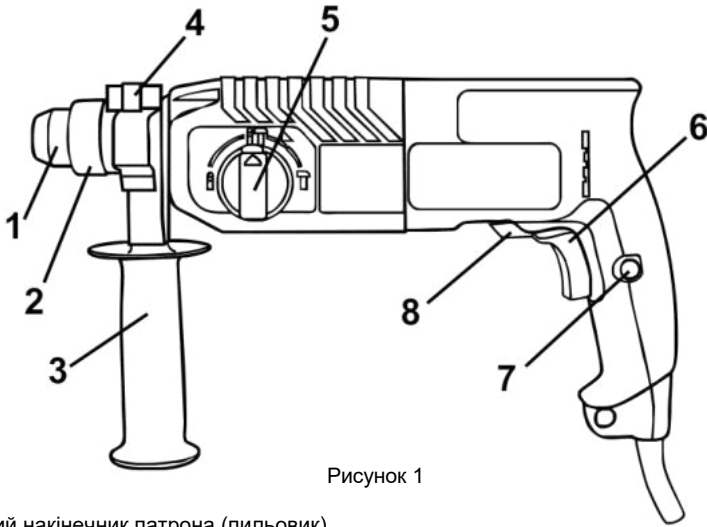

Рисунок 1
2.2.1 Виріб має несучий пластиковий корпус з вмонтованим електричним колекторним двигуном, редуктором з пневматичним ударним механізмом, на вихідному валу якого встановлюється патрон **SDS-Plus** (2) для закріплення змінних робочих інструментів з циліндричними хвостовиками системи SDS-Plus, згідно рис. 1. Корпус одночасно вміщує органи керування режимами інструменту, шнур живлення від мережі змінного однофазного струму та має опорну поверхню для встановлення передньої рукоятки (3) з можливістю фіксованого позиціонування навколо подовжньої осі виробу.
**4.1** Виберіть необхідний режим роботи виробу за допомогою перемикача (5) (див. рисунок 1, таблицю 1). При необхідності встановлення свердильного патрона – встановіть його в патрон
**4.2** Для увімкнення виробу натисніть на курковий важіль перемикача (6) (рис.1). Для відключення виробу слід курок відпустити.